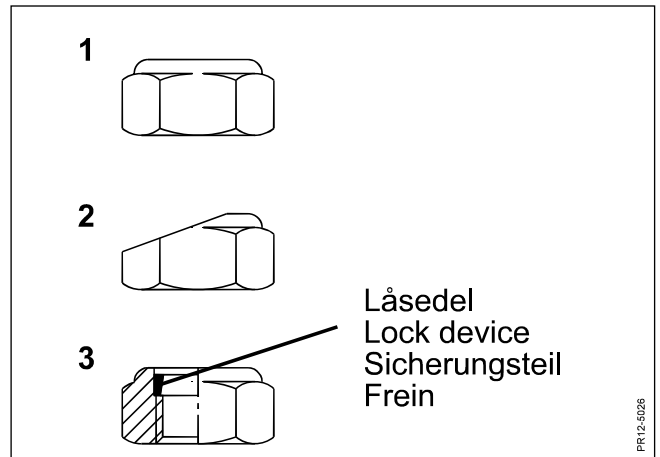

Fig. 5-8
- Fig. 5-8** Specialmøtrikken skal skiftes hvis: